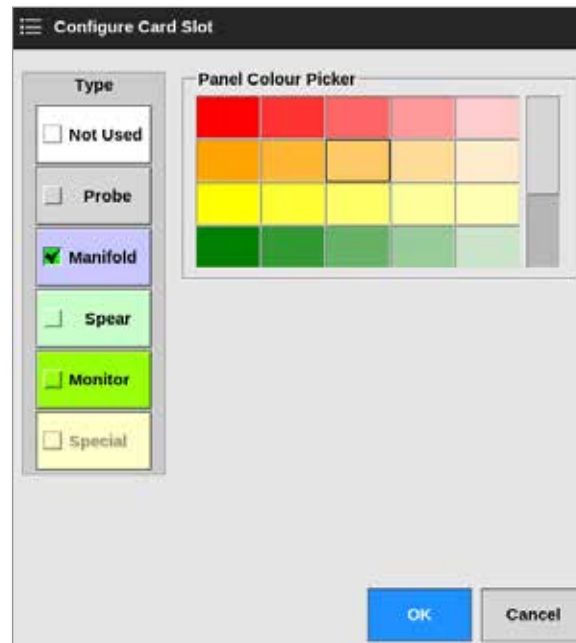

Figure 5-1 Zone aus der Typenspalte auswählen
2. Wählen Sie einen Bereich aus der Typenspalte aus. Siehe Figure 5-1.